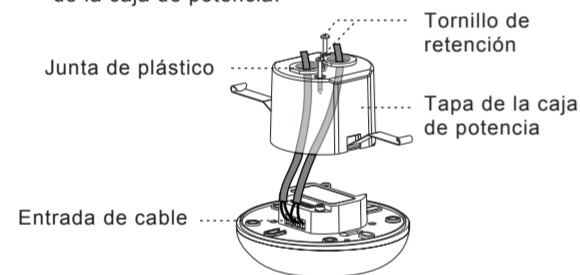

FIG. 11
4.4.2.2 Utilice un destornillador para romper la junta de plástico de la tapa de la caja de potencia y a continuación introduzca los cables a través de ella (véase FIG. 11).